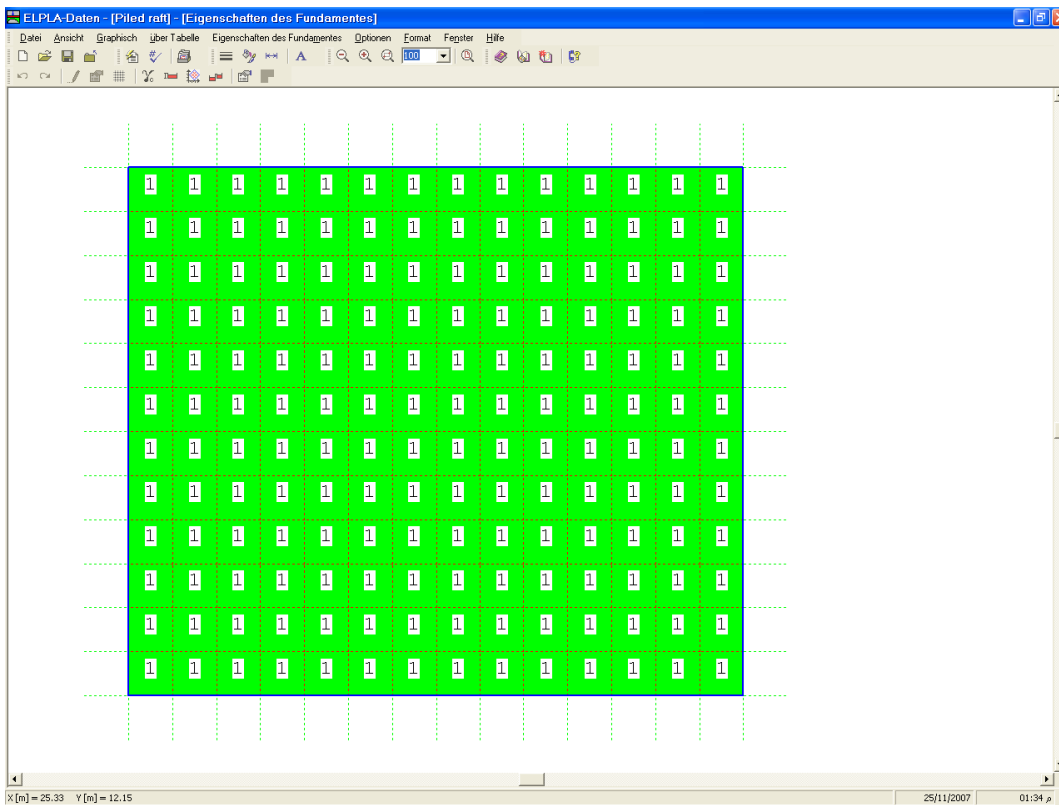
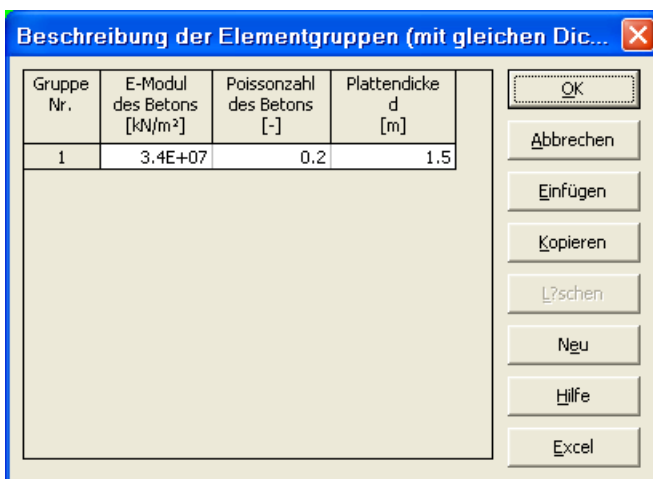
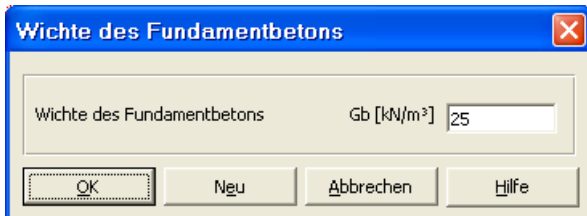
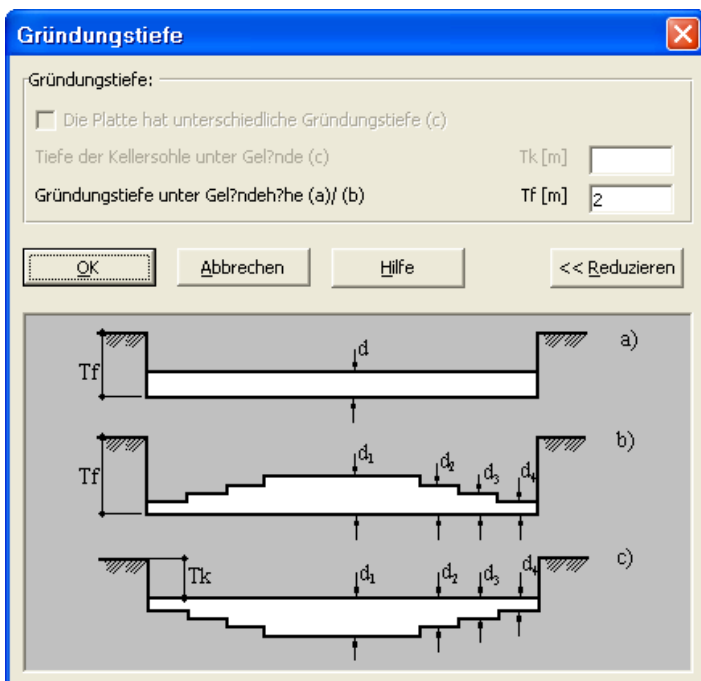

Bild 12-24 Eingebettetes Programm "Eigenschaften des Fundamentes"
Bild 12-25 Listenfeld "Beschreibung der Elementgruppe"
Bild 12-26 Dialogfeld "Wichte des Fundamentbetons"
Bild 12-27 Dialogfeld "Gründungstiefe"
- Wählen Sie den Befehl "Eigenschaften des Fundaments" aus dem "Daten"-Menü des *ELPLA-Daten*-Fensters. Das folgende eingebettete Programm im Bild 12-24 erscheint mit Standardwerten von Eigenschaften des Fundaments. Die Daten der Eigenschaften des Fundaments für dieses Beispiel sind Fundamentmaterial, Fundamentdicke und Gründungstiefe. Die anderen Daten entsprechen den Eigenschaften des Fundaments in den Programmmenüs. Deshalb kann der Benutzer diese Daten aus den Standardwerten der Eigenschaften des Fundaments übernehmen
- Wählen Sie den Befehl "Elementgruppen" aus dem Menü "über Tabelle" im Fenster von Bild 12-24. Das folgende Listenfeld im Bild 12-25 mit Standardwerten erscheint. Um einen Wert im Listenfeld einzugeben oder zu modifizieren, schreiben Sie diesen Wert in der entsprechenden Zelle, dann drücken Sie "Eingabe". Im Listenfeld von Bild 12-25 geben Sie E-Modul und *Poissonzahl* des Fundaments und die Fundamentdicke ein
- Wählen Sie "Wichte des Fundamentbetons" aus dem Menü "Eigenschaften des Fundaments" im Fenster von Bild 12-24. Das Dialogfeld im Bild 12-26 mit einer Standardwichte von 25 [kN/m³] erscheint. Belassen Sie den vorgegebenen Wert
- Wählen Sie den Befehl "Gründungstiefe" aus dem Menü "Eigenschaften des Fundaments" im Fenster von Bild 12-24. Das folgende Dialogfeld im Bild 12-27 erscheint, um die Gründungstiefe unter Geländehöhe zu definieren
- Wählen Sie "Eigenschaften des Fundaments speichern" aus dem "Datei"-Menü im Bild 12-24, um die Eigenschaften des Fundaments zu speichern